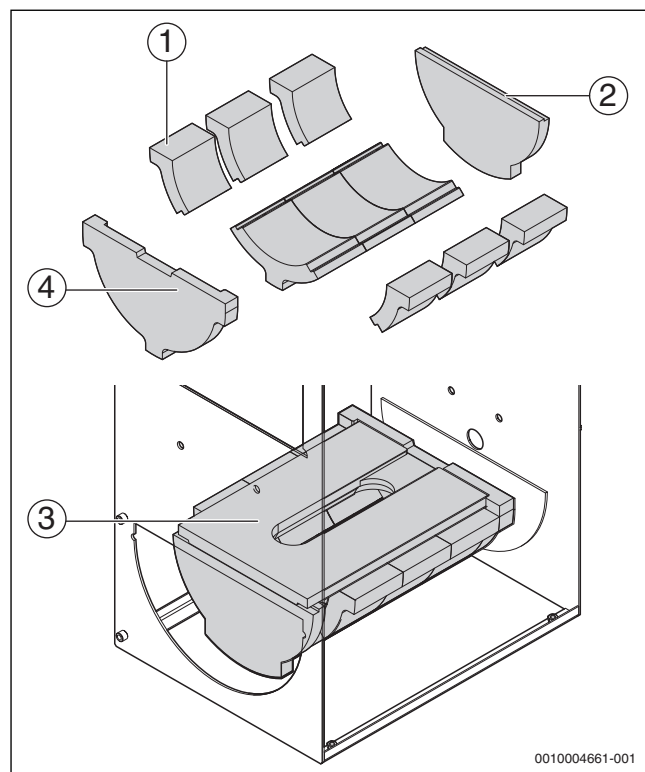
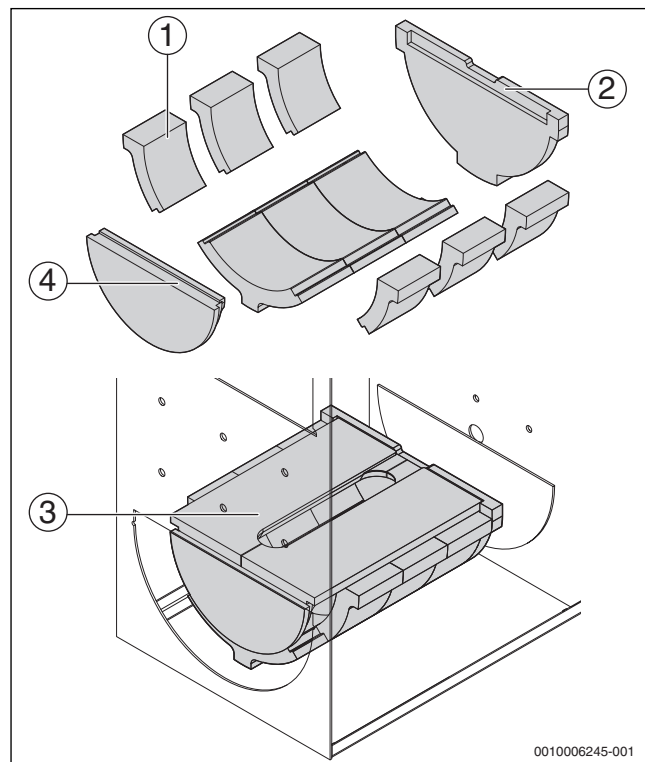
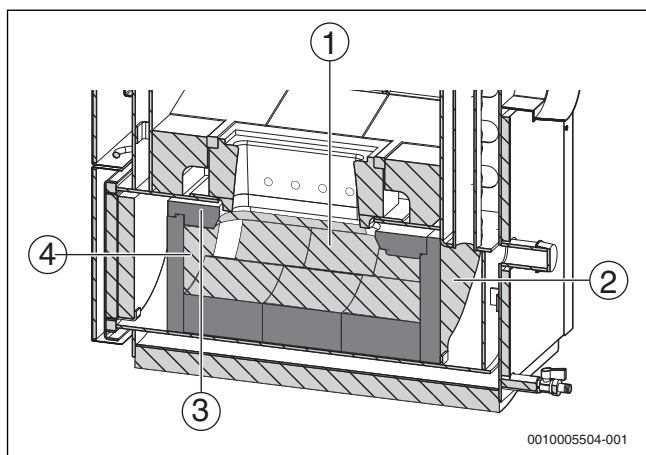
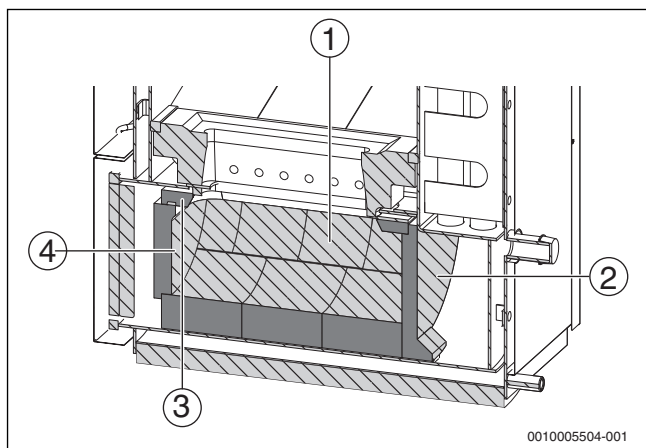

Рис. 37 Положение шамотных камней в топке, 22 и 30 кВт
Рис. 38 Положение шамотных камней в топке, 40 и 50 кВт
Рис. 39 Установленные шамотные камни, 22 и 30 кВт
Рис. 40 Установленные шамотные камни, 40 и 50 кВт
- ▶ Установите шамотные камни на место (→ рис. 38, стр. 35).
Пояснения к рис. 37, рис. 38, рис. 39 и рис. 40: